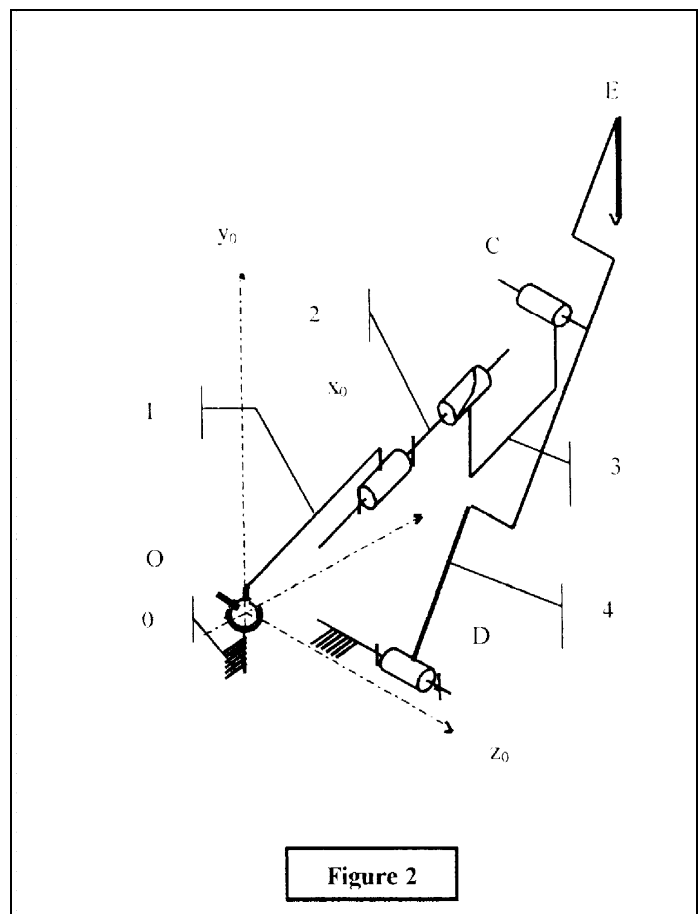

Figure 2
Pour une position verticale du système la modélisation retenue est proposée à partir du schéma de la figure 2.
- 31 – Relier le modèle de la figure 2 (voir document en annexe) avec la chaîne présente devant vous en donnant le nom d'objet technique de chaque solide proposé dans le modèle de la figure 2.